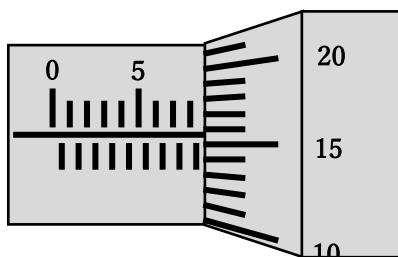

図 2
- (3) 図 2 はマイクロメーターの測定例である。この場合の測定値を書け。